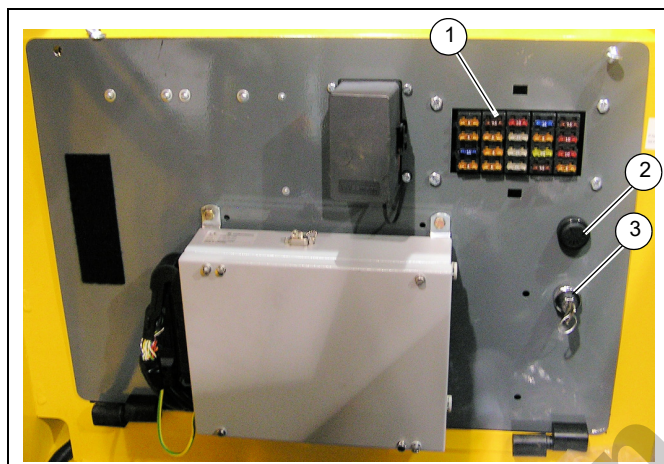

FIGURA 3-13
O sistema de carga do cilindro telescópico opera automaticamente e não requer nenhuma interação do operador. O indicador acende na cor âmbar e a campainha toca (2) (Figura 3-13) quando a lança é elevada acima de 35° e o sistema de carga do cilindro telescópico não está funcionando corretamente. Se a campainha tocar e o indicador acender, o operador deve imediatamente estender um pouco telescopicamente para carregar manualmente os cilindros telescópicos, parar a operação, então solicitar reparo do sistema conforme necessário.
O painel de fusíveis (1) (Figura 3-13) localiza-se atrás do assento da cabine no conjunto do painel de fusíveis e relés da cabine. Ele contém até 20 fusíveis que protegem os vários componentes elétricos do guindaste.
A chave de cancelamento de emergência do RCL (3, Figura 3-13) é um contato operado por chave que está localizada dentro da cabine do operador no conjunto do painel atrás do assento. Quando acionada (girada no sentido horário), a chave cancelará e evitará que o RCL trave as três funções do guindaste (abaixamento da lança, extensão do telescópio e elevação do guincho) caso ocorra uma sobrecarga ou condição de colisão do moitão.
Números dos itens da Figura 3-13